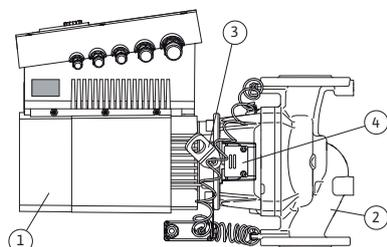

Fig. 10: Bomba completa
La característica típica de la serie Stratos GIGA es la camisa de refrigeración del motor. La corriente de aire se conduce de forma óptima a través de la cubierta longitudinal del ventilador (Fig. 10, pos. 1) para la refrigeración del motor y del módulo electrónico.
(Fig. 10, pos. 2) muestra la carcasa de la bomba con un conducto especial de la linterna para descargar el rodete.
Las argollas de transporte (Fig. 10, pos. 3) se deben utilizar de acuerdo con las indicaciones de los capítulos 3 «Transporte y almacenamiento» en la página 5 y 10 «Mantenimiento» en la página 50.
La ventanilla cubierta con la chapa de protección (Fig. 10, pos. 4) que hay en la linterna se utiliza en los trabajos de mantenimiento tal y como se indica en el capítulo 10 «Mantenimiento» en la página 50. Dicha ventanilla también se puede utilizar para comprobar la existencia de escapes, cumpliendo siempre las disposiciones de seguridad que aparecen en el capítulo 9 «Puesta en marcha» en la página 47 y el capítulo 10 «Mantenimiento» en la página 50.